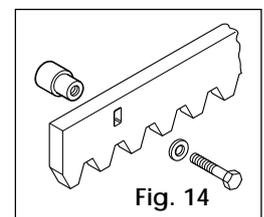

Fig. 14
**4.4.1. CREMALLERA DE ACERO PARA SOLDAR (Fig. 14)**